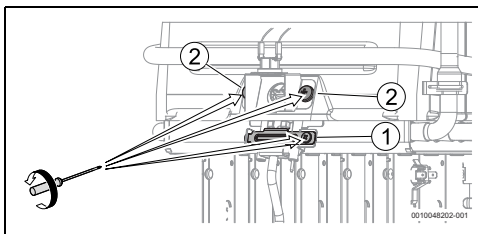

Fig. 19
- ▶ Retirar o parafuso que fixa o suporte do queimador piloto, Fig. 19, [1].
- ▶ Retirar os parafusos que fixam o suporte do dispositivo de controlo de estado da câmara de combustão, Fig. 19, [2].